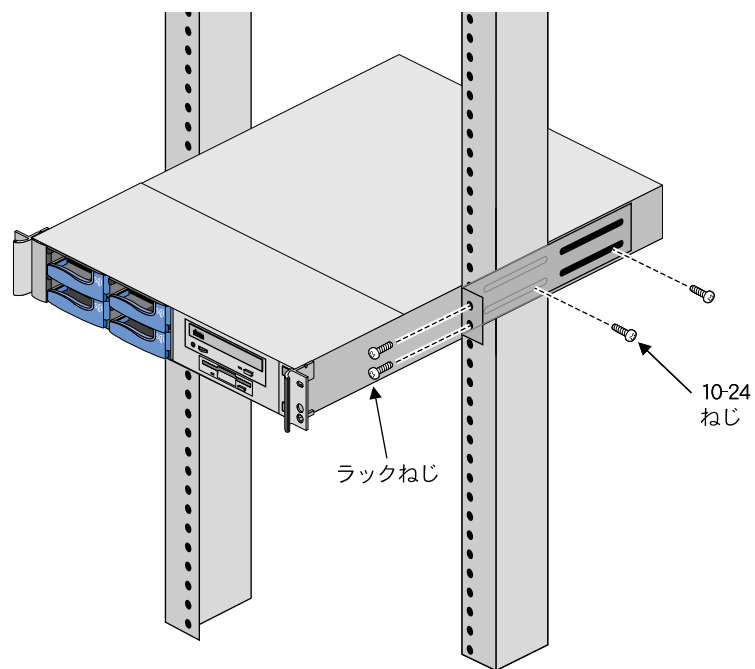

図3-2 センターマウントラックへの本体の取り付け
4. 1人がラックの前からシステムをブラケットにはめてその場所で支持している間に、もう1人が前面上部の2個のねじ穴を位置合わせします。システムを軽く傾斜させて本体前面上部の2個のねじを緩く取り付け、システムの荷重を支えられるようにします。図3-2を参照してください。